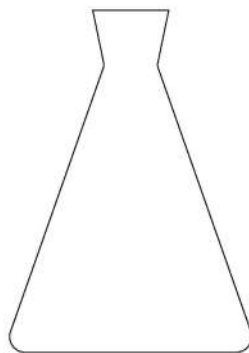

Рис. 18. Колба Эрленмейера
2. **Колба Эрленмейера** (другое название – коническая колба) (рис. 18) – емкость с цилиндрическим горлом с закругленными краями из термостойкого стекла для разнопланового лабораторного применения.